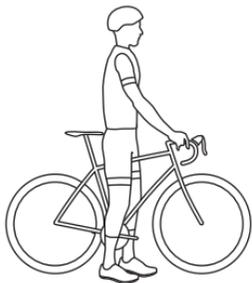

Рисунок 1.1. Правильная высота велосипеда.
• Для велосипеда со стандартной прямой верхней трубой рамы зазор между вами и верхней трубой рамы, если вы встанете над велосипедом, должен составлять не менее 25 мм (рисунок 1.1).